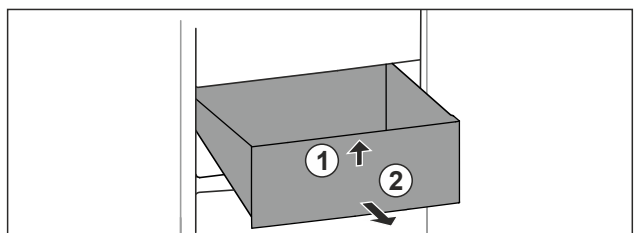

Fig. 69
- ▶ Lyft upp låda framtill. Fig. 69 (1)
- ▶ Ta ut låda genom att dra den framåt. Fig. 69 (2)